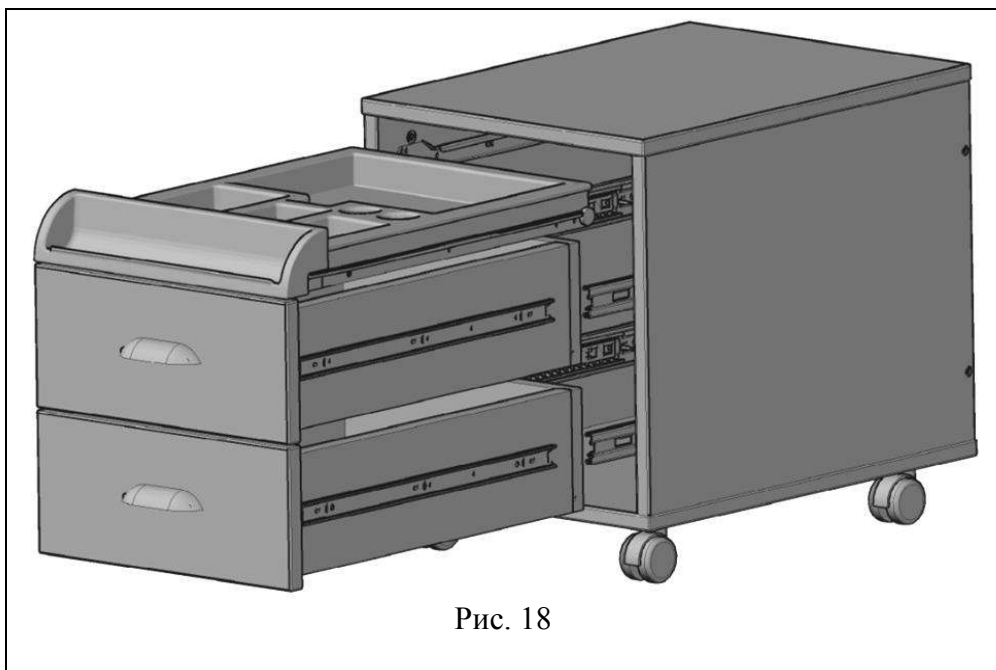

Рис. 18
4.3.1. В корпус тумбочки (сборка по п. 4.1.12.) вставить ящики (сборка по п. 4.2.6.), верхний ящик (поз. 1). (См. рис. 18).